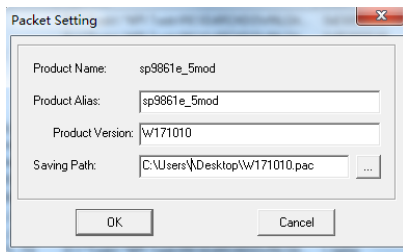

图 6-5 ResearchDownload 工具支持打包 Pac
Step3: 点击 Package 按钮，输入产品的别名，版本号和保存路径，点击 Ok，进行打包，如图 6-5 所示。